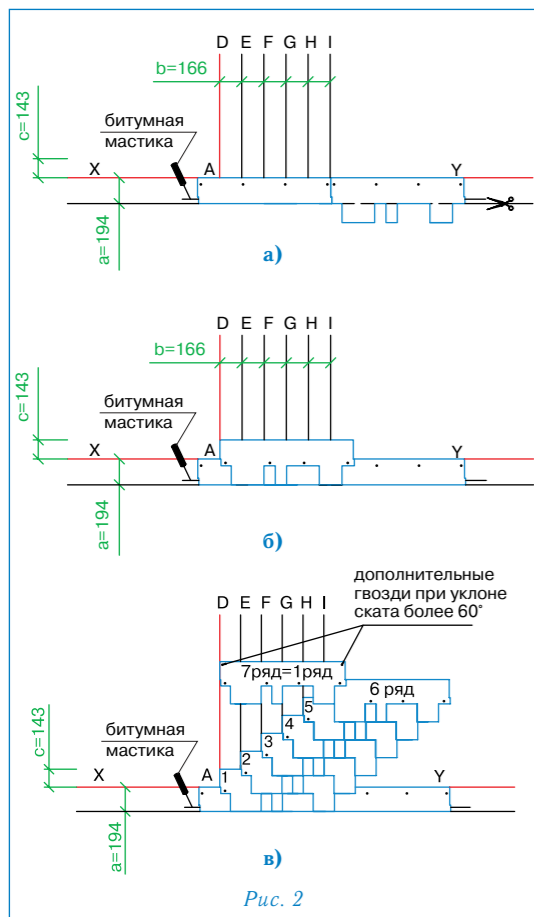

Рис. 2
Укладка материала (рис. 2)
- Начальный ряд формируется из листов черепицы АЛЬПИН с обрезанными лепестками. Полученные таким образом полосы шириной 19,4 см укладываются по линии карниза в обе стороны от линии I (рис. 2а) и фиксируются по нижнему краю битумной мастикой, а по верхней кромке 4 гвоздями (ось гвоздей на 5 см ниже верхнего края полосы);
- далее первый ряд черепицы укладывается от линии AD (рис. 2б);
- второй ряд укладывается от линии E (со смещением 16,6 см от AD) (рис. 2в);
Каждый лист черепицы АЛЬПИН крепится 4 гвоздями таким образом, чтобы гвоздь прошивал и верхний край нижележащего листа черепицы (рис. 2в).